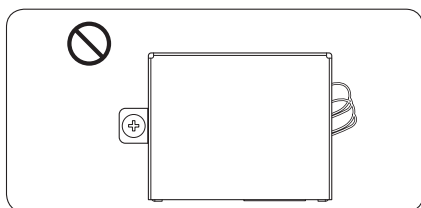

Figure 11
2. Desserrez la vis sur le côté gauche de la boîte de jonction située en bas à droite de la partie avant du lave-vaisselle, puis ouvrez le cache de la boîte de jonction. (Figure 11)